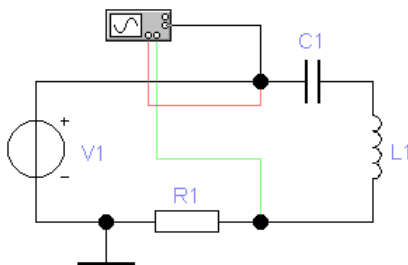

Рис. 2
3.3. Соберите схему для исследования напряжения на сопротивлении в последовательной RLC -цепи (рис. 2).
Согласно рис. 2 канал А вертикального отклонения осциллографа отображает напряжение источника $V1$, а канал В – напряжение на сопротивлении в последовательной RLC -цепи. Изображение сигналов на экране осциллографа рекомендуется отображать разным цветом.